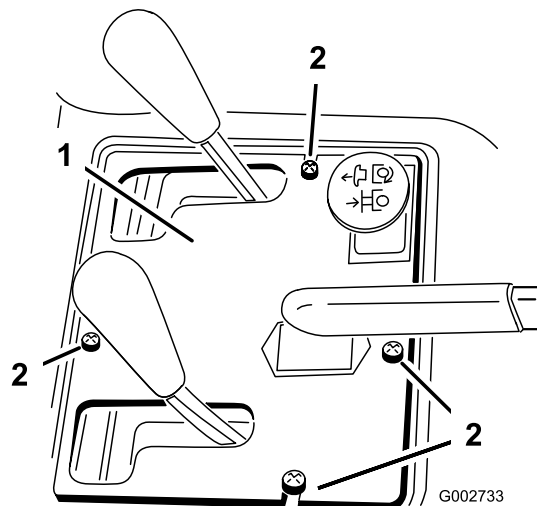

図 35
2. コントロール・パネルをフレームに固定しているネジ4本を外す（図 35）。